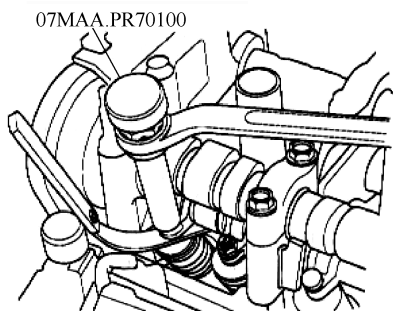

图 2-43 气门间隙调整
5) 如果感到阻力太大或太小,则借助专用工具,松开锁紧螺母,并转动调节螺钉,直到拖动塞尺时产生的阻力适当为止,见图 2-43。